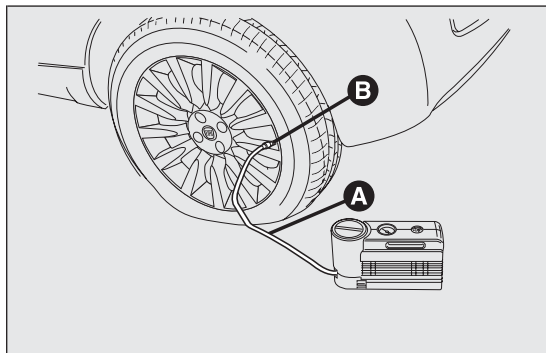

fig. 152
- ☐ Azionare il freno a mano. Svitare il cappuccio dalla valvola del pneumatico, estrarre il tubo flessibile di riempimento A fig. 152 ed avvitare la ghiera B sulla valvola del pneumatico;